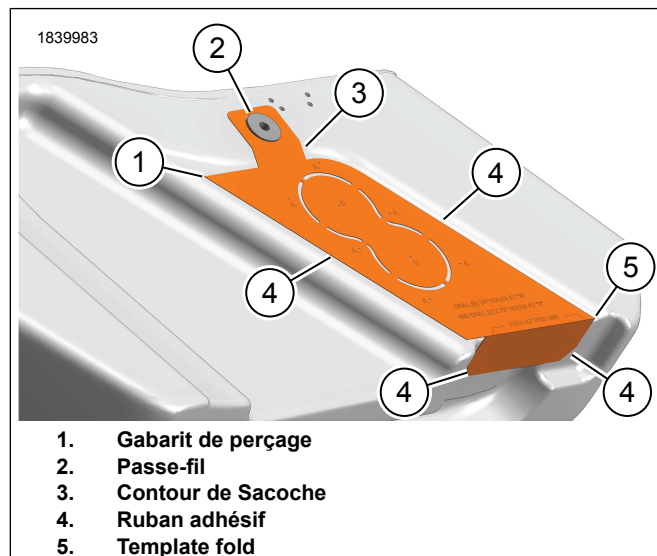

Figure 2. Gabarit de perçage (typique)
1. Voir la Figure 2. Positionner le gabarit de perçage (1) au dos de la sacoche **de gauche** avec le côté orange tourné vers la sacoche.